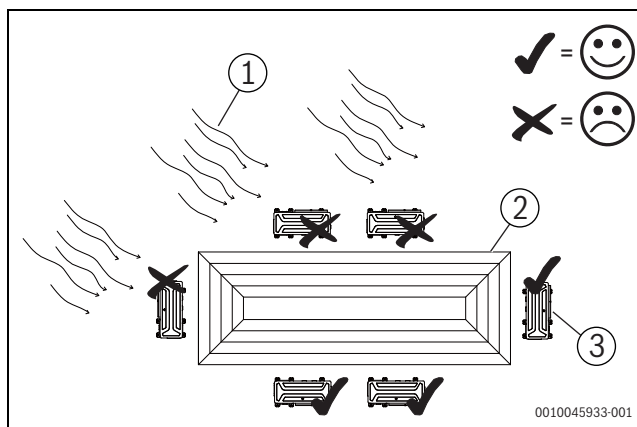

Fig. 39
- ▶ Quando uma unidade exterior é instalada num local frequentemente exposto a ventos fortes como uma costa ou no andar elevado de um edifício, garanta o funcionamento normal do ventilador utilizando uma conduta ou uma chapa de proteção de vento (fig. 39)